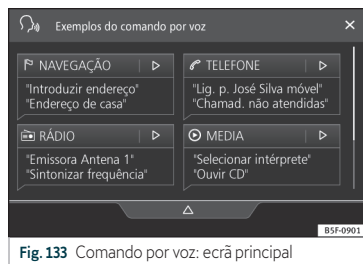

Fig. 133 Comando por voz: ecrã principal
»» Fig. 133, (o ecrã principal aparece no formato selecionado em *Ajustes do comando por voz* »» Página 170). As indicações faladas guiam-no através do seguinte «diálogo».
-  /  Ocultar ou mostrar menu controlo por voz >>> **Fig. 133**.
Ao ativar o controlo por voz o sistema leva-o ao ecrã principal >>> **Fig. 133** no qual aparecerão os contextos nos quais funciona o sistema e as ordens principais.